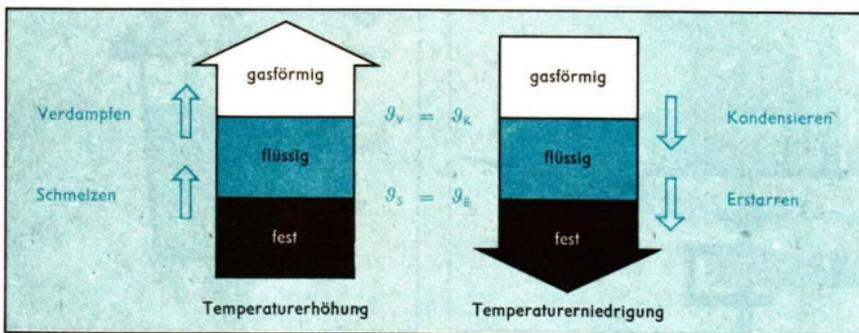

Bild 19/1 Umwandlungstemperaturen bei Aggregatzustandsänderungen
Wir wissen bereits: Stoffe können in verschiedenen Aggregatzuständen vorkommen: fest, flüssig oder gasförmig. Für die Umwandlungstemperaturen eines Stoffes gelten die im Bild 19/1 dargestellten Zusammenhänge:
- ① Warum ist nach einer langen Autofahrt der Reifendruck häufig größer als normal?
- ② Formuliere die im Bild 19/1 dargestellten Zusammenhänge in Worten!